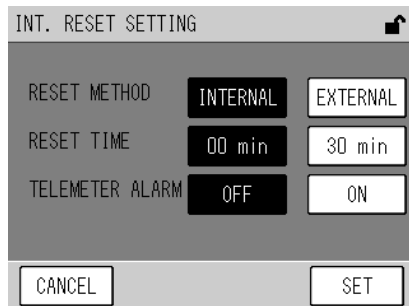

Fig. 72 INT. RESET SETTING Fenster
- [INT. RESET]: Öffnet das Fenster INT. RESET SETTING (Fig. 72 auf Seite 56).